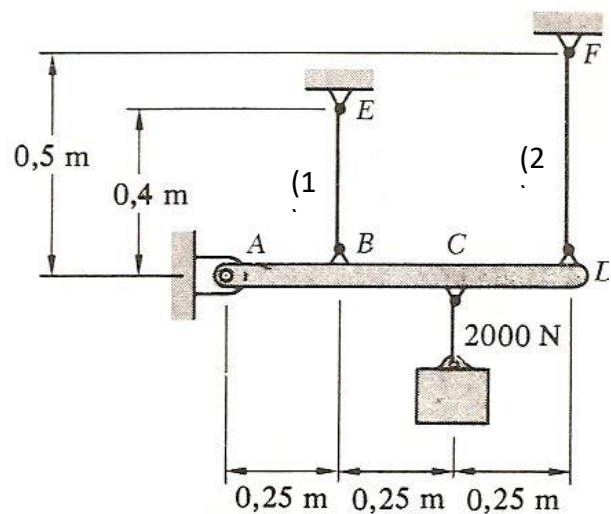

Figura 2.32
2.5.6 Os arames de aço BE e DF com 25 mm de diâmetro ($E = 200 \text{ GPa}$) da Figura 2.32 estão esticados na ocasião da aplicação da força de 2000 N em C. Considerando rígida a barra AD, determine a tensão em cada arame e o deslocamento do ponto C.